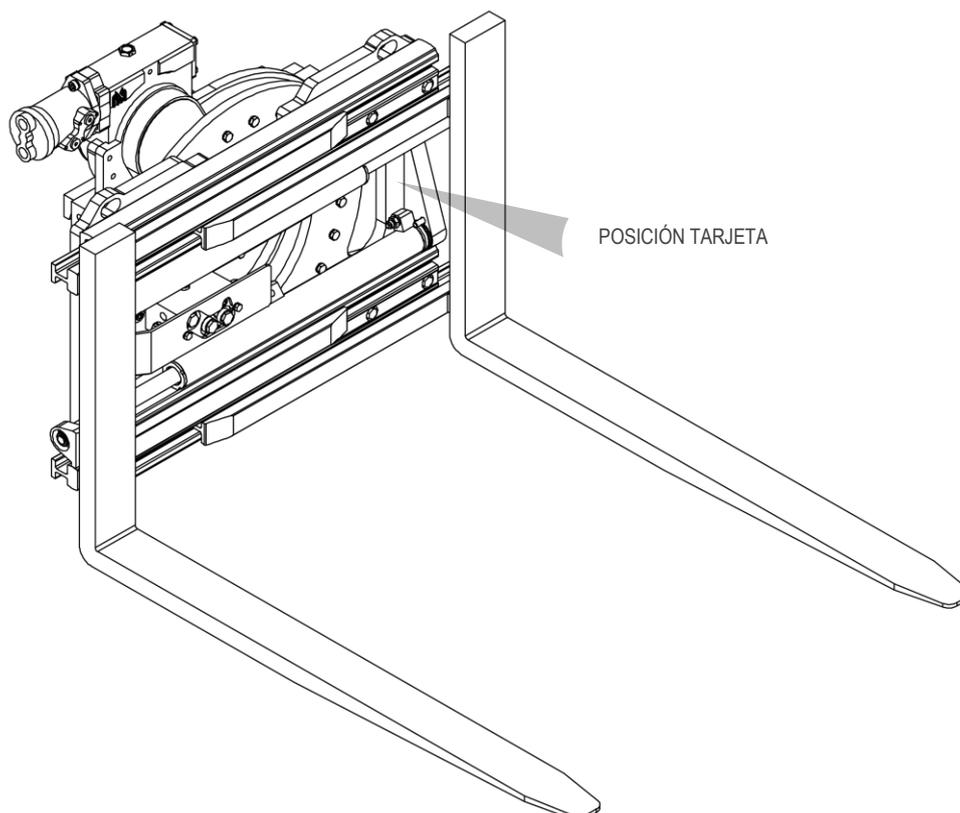

Figura 1
Tutte le attrezzature A.T.I.B. – “PINZA ROTATORIA A 360° CON HORQUILLAS SOLDADAS TIPO 301.474.170 | CON HORQUILLAS PIVOTANTES TIPO 301.474.150 | CON 4 HORQUILLAS TIPO 301.474.4” vengono identificate mediante targhetta adesiva (mira **TABLA 1**) posizionata sull’attrezzatura (la posizione della targhetta identificativa può variare in funzione dell’attrezzatura, mira **Figura 1**). Fare sempre riferimento al numero di matricola.
5. Para la manipulación, utilice correas o cadenas del tamaño adecuado para el peso del implemento indicado en la tarjeta (mira *Figura 1* y *TABLA 1* a pag.6).
11. Conecte el circuito hidráulico; asegurándose de que la presión de trabajo de las tuberías sea superior o igual a la indicada en la tarjeta identificadora (mira Figura 1 e TABLA 1 a pag.6).
6. Para la manipulación, utilice correas o cadenas del tamaño adecuado para el peso del implemento indicado en la tarjeta (mira *Figura 1* y *TABLA 1* a pag.6).